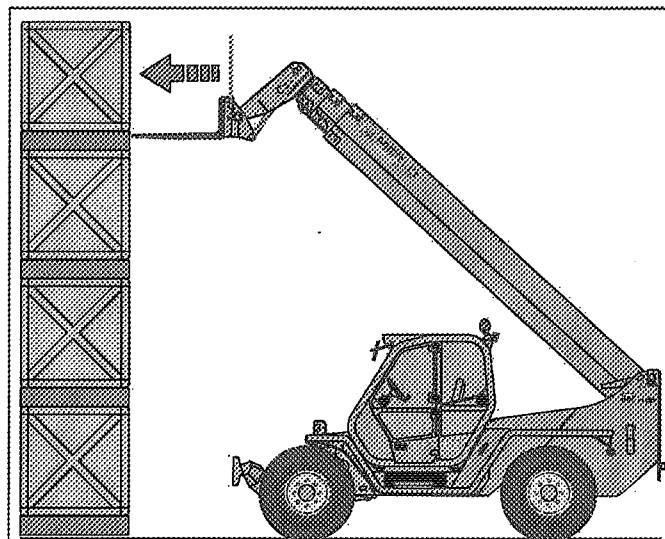

Fig.8
- poner las horquillas en posición horizontal y acercarse con cuidado a la carga elevando y extendiendo el brazo telescópico el mínimo indispensable o si fuera necesario avanzando lentamente con la máquina (Fig.8)